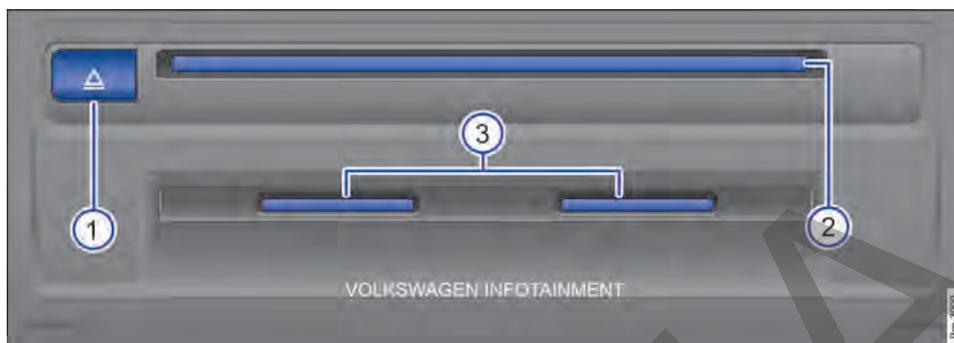

Fig. 154 Unidad multimedia externa: en la guantera.
Leyenda para → fig. 154:
- Después de la solicitud, insertar el CD en la entrada para CD de la unidad de CD → fig. 154 ② hasta que se introduzca automáticamente hacia adentro.
- Pulsar la tecla de eyección  → fig. 154 ①.
En la entrada de tarjeta SD → fig. 154 ③ solo se pueden introducir tarjetas SD con las siguientes dimensiones: 32 mm x 24 mm x 2,1 mm (1,26 x 0,94 x 0,083 pulgadas) o 32 mm x 24 mm x 1,4 mm (1,26 x 0,94 x 0,055 pulgadas).